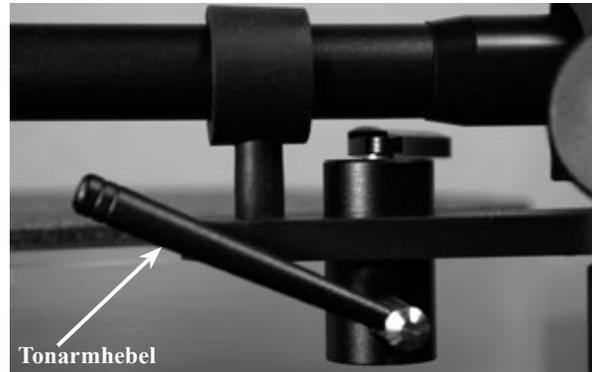

Abbildung 52
1. Schwenken Sie den Tonarmhebel in Richtung des hinteren Endes des Plattenspielers. Siehe Abbildung 52.